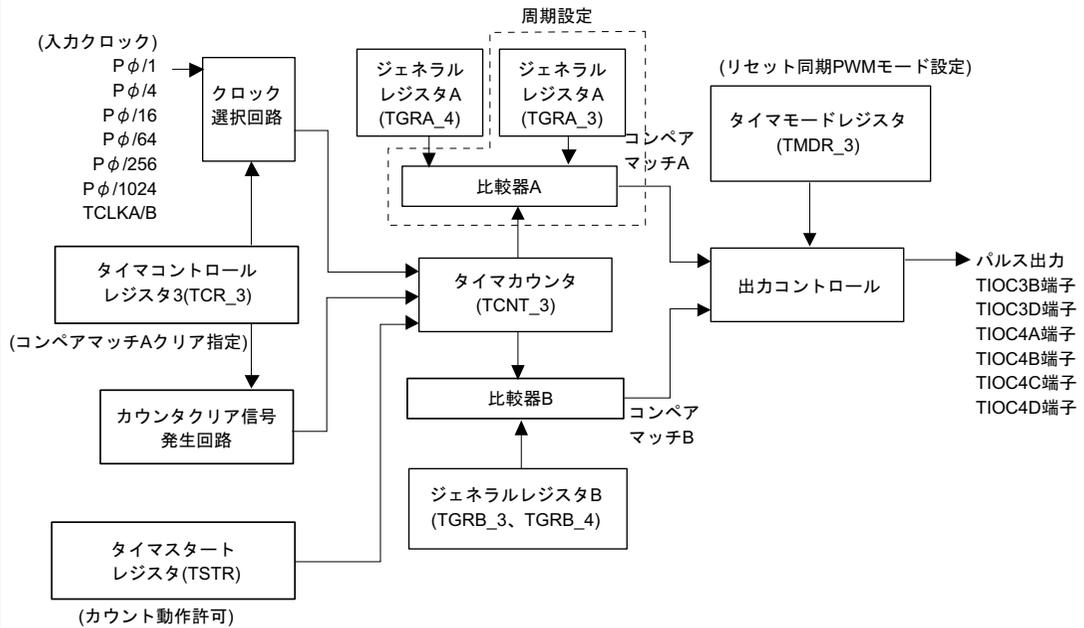

図 2.14 MTU/ch3、4 ブロック
- (1) タスク例ではMTUのch3、4を組み合わせ使用し、一方の変化点が共通で正相、逆相の関係にあるPWM波形を3相出力します。
- (a) 図2.14に本タスク例で使用するMTUのブロック図を示します。